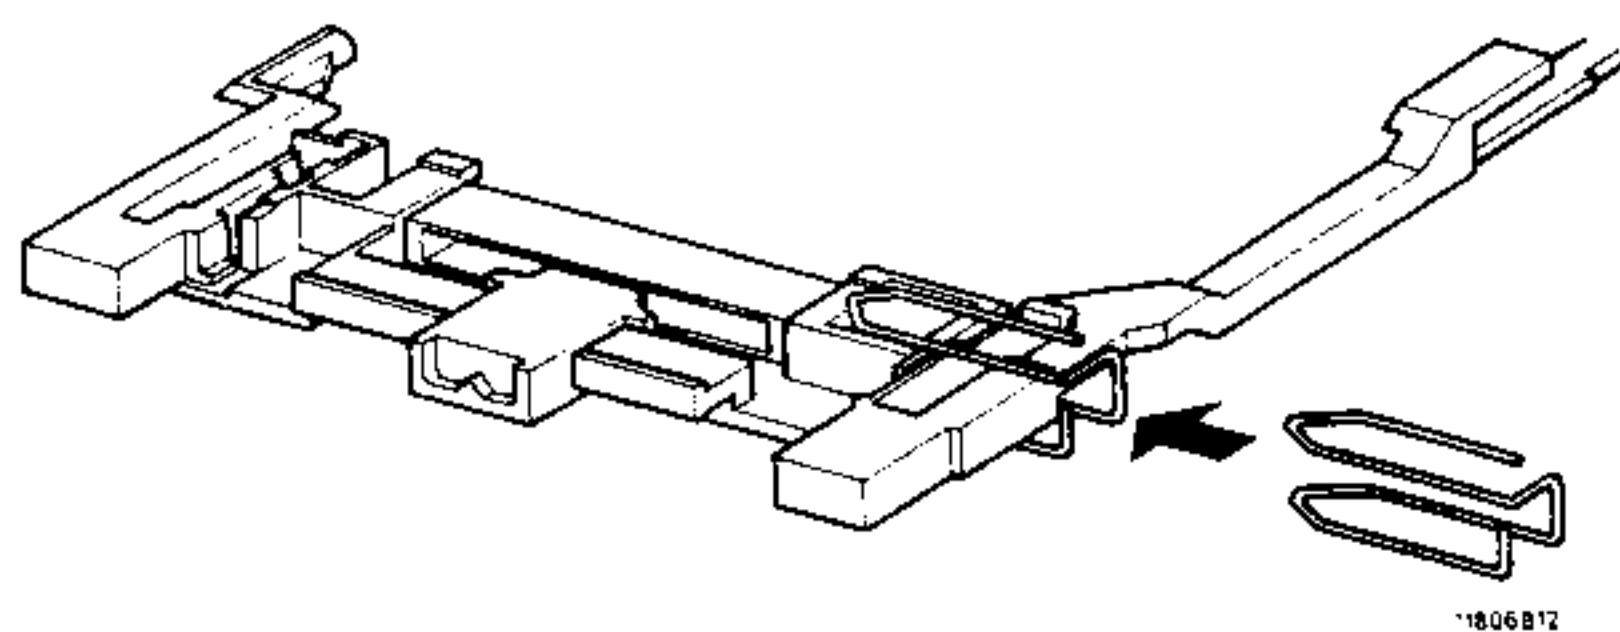

Fig. 13
- Schuif een verbogen papierklem over de FM/MG-toets en de houder (Fig. 13)
- Eine verbogene Papierklammer über die FM/MW-Taste und die Halterung schieben (Abb. 13)